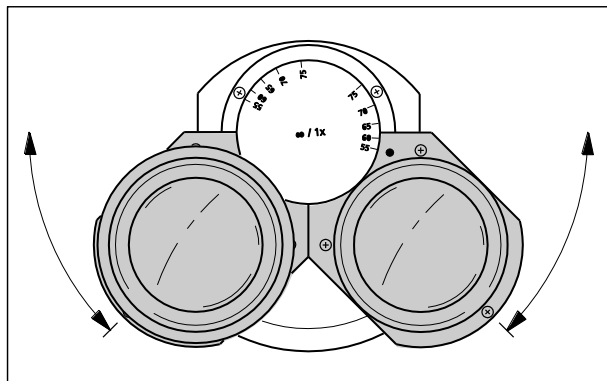

Figure 3-44 Réglage de la distance interpupillaire sur le tube binoculaire
- Faire pivoter symétriquement les deux douilles d'oculaires pour adapter la distance oculaire (distance interpupillaire) à l'écart interoculaire personnel de l'observateur (Figure 3-44).